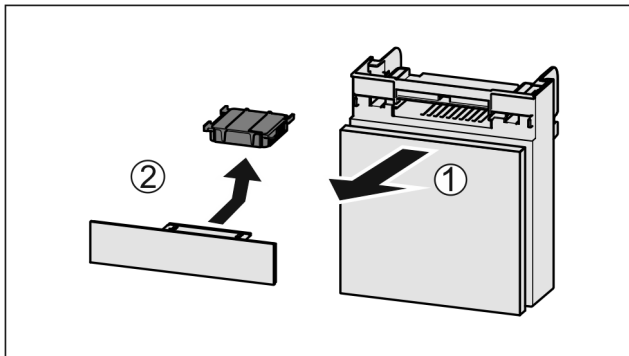

Fig. 67
- ▶ Потягніть Fig. 67 (1) відділення вперед.
- ▶ Витягнути Fig. 67 (2) фільтр з активованого вугілля.